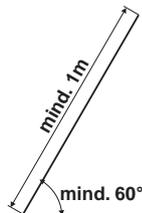

Abb. 2:
- **Eine gleiche Lastverteilung in allen vier Strängen sicherstellen und einen Winkel der Zugseile von mindestens 60° einhalten** (siehe **Abb. 2**).